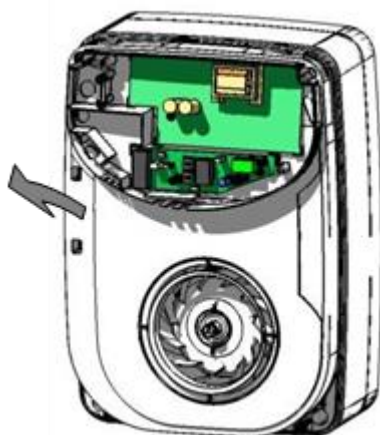
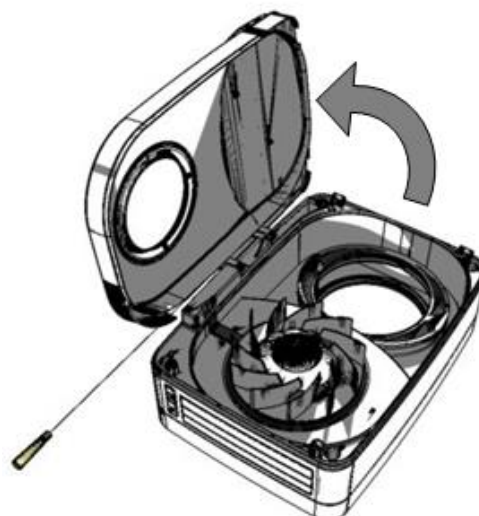

Figura 7
Figura 8
5. Sollevare dove indicato per attivare le cerniere (Figura 7) e aprire lo sportello (Figura 8).